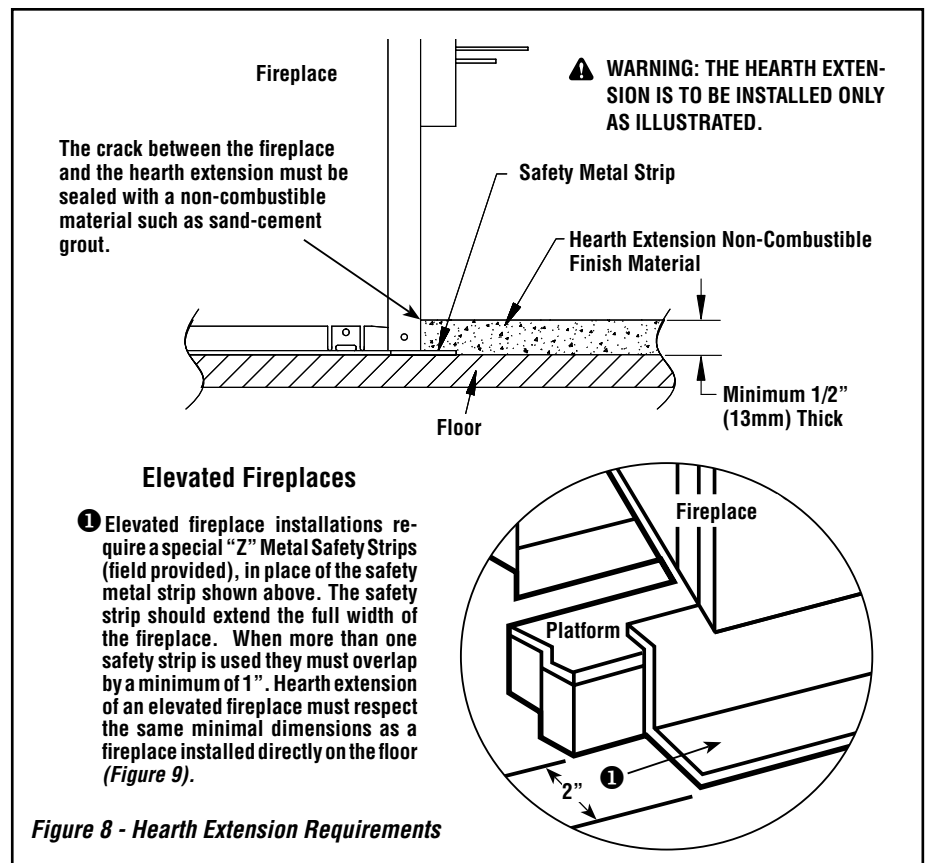

Figure 8 - Hearth Extension Requirements
La construction de l'encadrement, du revêtement, de la tablette ou du manteau doit être en conformité avec les normes et illustrations suivantes (**figures 8 et 9**):
C. Encadrez le foyer avec des colombages verticaux sur les côtés, du plancher au plafo (voir **figure 8**). Si vous utilisez un revêtement combustible, placez les colombages en retrait du rebord avant du foyer, d'un espace équivalant à l'épaisseur du matériel de revêtement afin que le revêtement puisse être installé de façon à ce qu'il soit au même niveau que le devant du foyer. Encadrez les renforts entre les colombages uniquement comme décrit ci-dessous :
Le foyer peut être installé directement sur un plancher de bois. Le plancher, entre la façade et l'extension de l'âtre, doit être protégé avec la bande métallique de sûreté fournie avec le foyer. Positionner la bande métallique de sûreté de manière à ce qu'une moitié se trouve sous le foyer et l'autre moitié dépasse sur le plancher; là où l'extension de l'âtre sera bâtie (voir **Figure 8**).